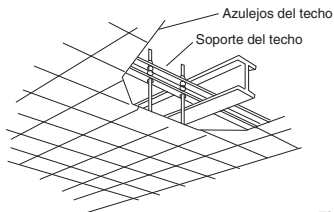

Fig. 3-4
- Utilice los soportes del techo existentes o construya un soporte adecuado como se muestra en la Fig. 3-4.